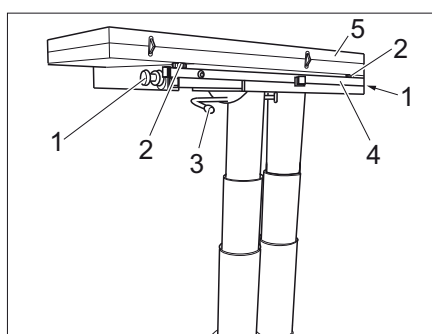

Bild 117 Förstora bord
- Lossa tumskruven (Bild 117,1) på bägge sidorna.
- Sväng låsspaken (Bild 117,3) åt vänster. Lyftbordet är upplåst.
- Dra ut (Bild 117,4) bordsstödet.
- Fäll ut bordshalvan (Bild 117,5).
- Ställ in önskad höjd på bordsskivan med de två justerskruvorna (Bild 117,2).
- Vrid låsspaken (Bild 117,3) till höger. Lyftbordet är låst.
- Lossa låsspaken (Bild 117,3).
- Fäll in bordshalva (Bild 117,5).
- Skruva i två justerskruvar (Bild 117,2).
- Skjut in bordsstödet (Bild 117,4).
- Dra fast tumskruvarna (Bild 117,1) på bägge sidorna.
- Vrid låsspaken (Bild 117,3) till vänster. Spärren är öppen.
- Skruva vid behov i justerskruvarna (Bild 117,2).